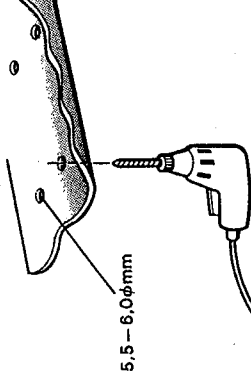

Abb. 4
2. Mit einer elektrischen Bohrmaschine 4 Löcher in der Nähe der markierten Stellen bohren, an denen Öffnungen eingeschnitten werden sollen. (Abb. 4)